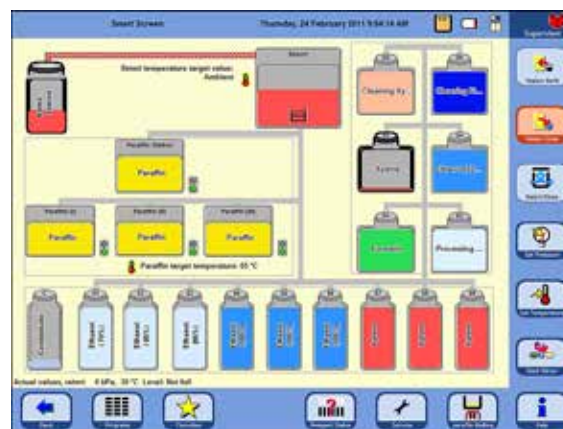

Fig. 166
- Todo o processo é exibido graficamente na tela, modo de exibição da (SMART SCREEN ) (Fig. 166) à direita.